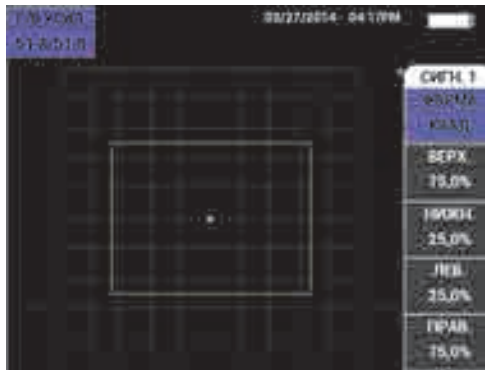

Рис. 5-153 Меню Alarm (Сигнализация)
2. Нажмите клавишу A, чтобы выделить параметр **SHAPE** (Форма), с помощью ручки регулятора установите желаемый тип сигнализации: **BOX**, **SWEEP**, **SECTOR** или **POLAR** (см. Рис. 5-153 на стр. 242).